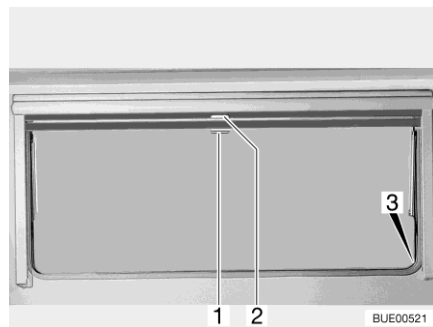

Fig. 105 Fenêtre projetante
- Tirer le store occultant vers le bas en le maintenant par la poignée (Fig. 105,2). Lorsque le store occultant est complètement fermé, l'accrocher des deux côtés du cadre de la fenêtre dans le dispositif de blocage (Fig. 105,3).
- Lorsque le store occultant est complètement fermé : Appuyer sur la poignée (Fig. 105,2) vers le bas tout en la tirant légèrement vers l'intérieur. Décrocher à droite et à gauche le store occultant du dispositif de blocage du cadre de la fenêtre.
- Si le store occultant se trouve dans une position intermédiaire : Tirer la poignée (Fig. 105,2) vers le bas jusqu'à ce que le dispositif de blocage se débloque.
- Tirer la moustiquaire par la poignée (Fig. 105,1) vers le bas et l'accrocher des deux côtés sur le cadre de la fenêtre dans le dispositif de blocage (Fig. 105,3).
- Appuyer sur la poignée (Fig. 105,1) vers le bas tout en la tirant légèrement vers l'intérieur. Décrocher à droite et à gauche la moustiquaire des dispositifs de blocage du cadre de la fenêtre.